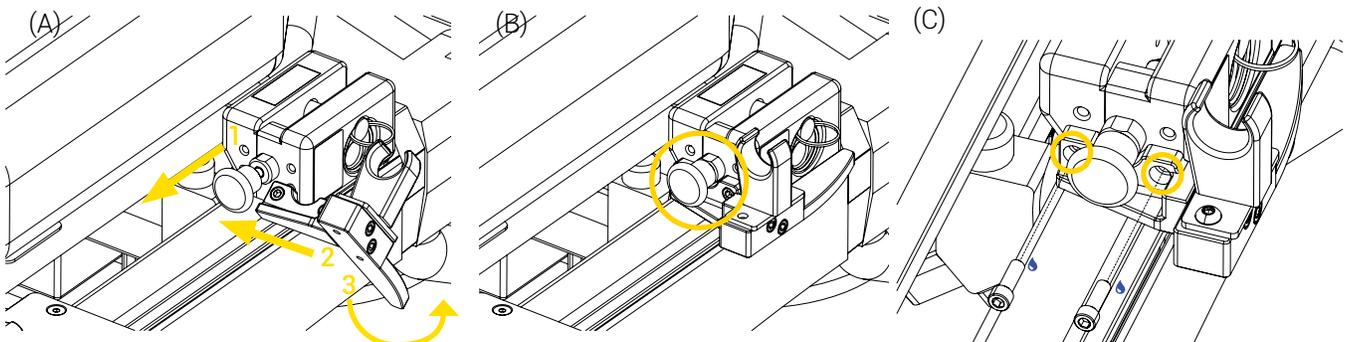

Figure 13: Installation de la clip de la tige à soluté
2. Tirer sur la poignée à déclenchement rapide, insérer l'embout le plus court de la clip de la tige à soluté en angle sur la civière devant le bloc d'ancrage (Figure 13 A), puis relâcher la poignée à déclenchement rapide.
3. Positionner la clip de la tige à soluté sur la civière à la base du bloc d'ancrage, en s'assurant que la base de la poignée à déclenchement rapide soit nichée dans la cavité de la clip (Figure 13 B).
4. Installer la clip de la tige à soluté à l'aide de deux (2) vis à tête cylindrique à six pans creux 1/4 -20 x 3/4 in., de l'adhésif frein-filet et d'une clé Allen 3/16 po (Figure 13 C).